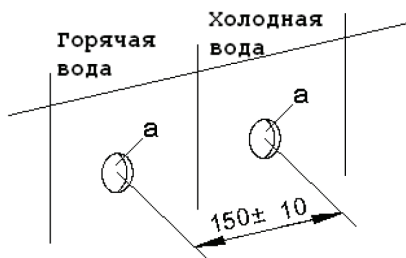

Рис. 4
1. Выводы горячей и холодной воды (а) с G1/2 внутренней резьбой должна быть установлены с расстоянием между центрами 150 ± 10 мм, убедитесь, что центральная линия расположена строго горизонтально и вертикально к стене. Левый вывод – труба с горячей водой, правый вывод – труба с холодной водой (рис.4)